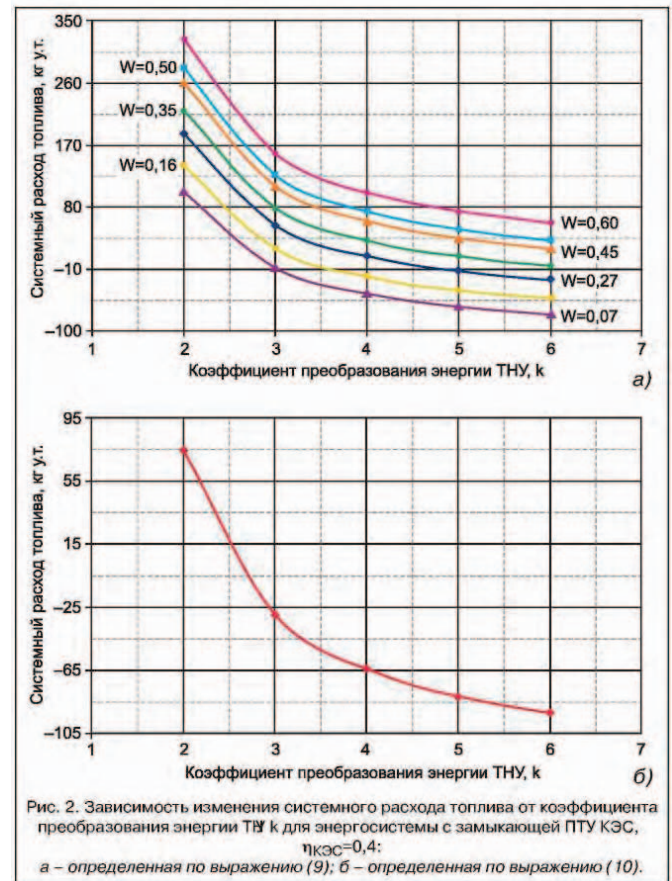

Рис. 2. Зависимость изменения системного расхода топлива от коэффициента преобразования энергии ТНУ k для энергосистемы с замыкающей ПТУ КЭС, $\eta_{КЭС}=0,4$:
В случае применения (9) и (10) для конкретной энергетической системы значения $\eta_{ка}$, $\eta_{КЭС}$ и $\eta_{ЛЭП}$ с большой точностью могут считаться постоянными величинами, принимаемыми из отчетных и справочных данных. Следовательно, изменение системного расхода топлива главным образом зависит от k и W . Современные компрессионные ТНУ обладают коэффициентом преобразования энергии $k=2-6$, а удельная выработка электроэнергии на тепловом потреблении паротурбинных ТЭЦ изменяется в пределах $W=0,07-0,60$. На рис. 2 представлены результаты расчетов изменения системного расхода топлива по выражениям (9) и (10) соответственно, от использования компрессионных ТНУ для нужд теплоснабжения на паротурбинных ТЭЦ. Здесь в качестве замыкающей рассматривалась паротурбинная КЭС (ПТУ КЭС) с блоками К-300-240, $\eta_{КЭС}=0,4$.
Анализ графического материала, представленного на рис. 2, 3, позволяет выделить область значений k и W , для которых наблюдается системная экономия топлива в результате использования компрессионных ТНУ для нужд теплоснабжения на паротурбинных ТЭЦ.
Увеличение $\eta_{КЭС}$, $\eta_{ка}$, либо того и другого, приводит к снижению экономии топлива от применения теплофикации, что следует из (12), целесообразность же применения ТНУ на ТЭЦ при этом возрастает (рис. 2а, 3а), что может сдерживать сокращение эффективности теплофикации, а в отдельных случаях даже ее повышать. Основываясь на сказанном, были выполнены расчеты по определению системной экономии топлива определенной по (13) для энергетической системы с ПТУ КЭС, $\eta_{КЭС}=0,4$ и ПГУ КЭС $\eta_{КЭС}=0,6$ (рис. 4).